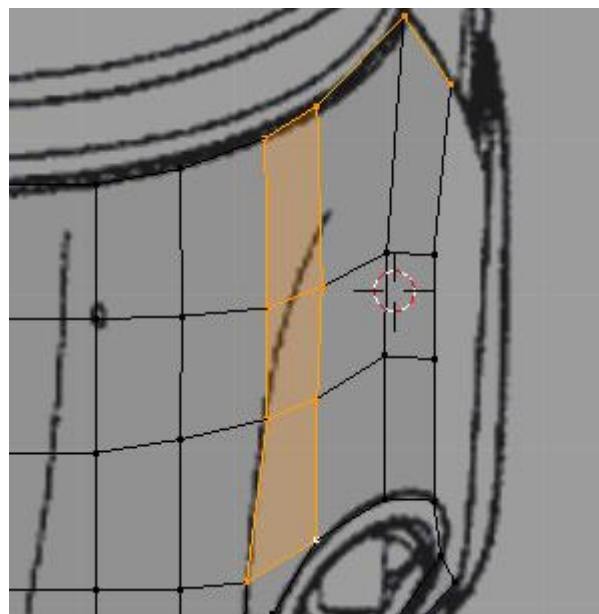

Figura 4.38
38. Na janela Top Ortho, seleccione sucessivamente 4 vértices, [RMB], [Shift]+[RMB], e crie as faces em falta, [F], entre o capot e o corpo da óptica, figura 4.38.
39. Ajuste os vértices criados em 35 a pontos de referência nas figuras, figura 4.38.